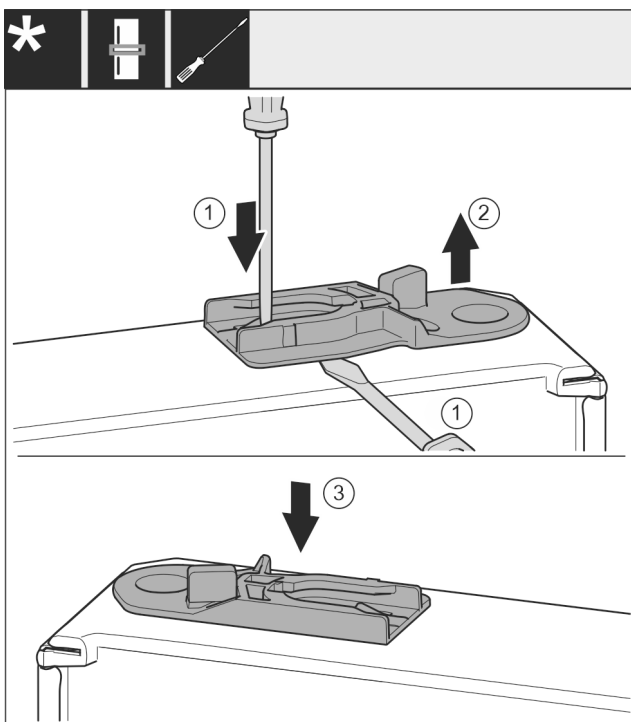

Fig. 34
- ▶ Izvelciet vadošo ieliktņi: spiediet ar plakano skrūvgriezi mēlīti Fig. 34 (1) un vienlaikus ar plakano skrūvgriezi virziet zem vadošā ieliktņa Fig. 34 (2).
- ▶ Iebīdiet piegādes komplektācijā klātpievienoto vadošo ieliktņi Fig. 34 (3) ierīces otrajā pusē.